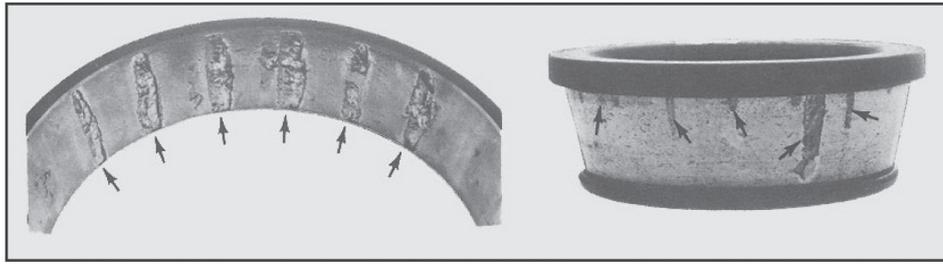

Figura 45
- E. Lascamento ou descamação na superfície da capa e/ou do cone (Figura 45).